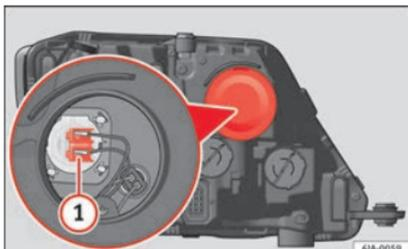

Fig. 90 Sostituzione della lampadina degli abbaglianti.
- Estrarre il connettore »» **fig. 90 1** tirando verso l'esterno.